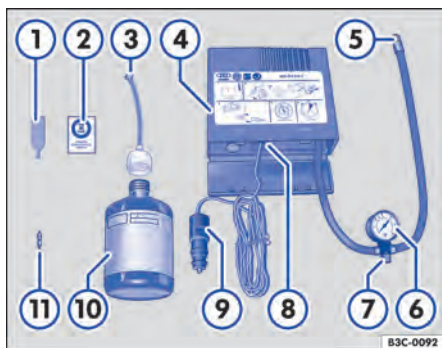

Fig. 169 Representação esquemática: componentes do kit de reparo dos pneus.
O kit de reparo dos pneus encontra-se no compartimento de bagagem sob o revestimento do assoalho. Ele é composto pelos seguintes componentes ⇒ Fig. 169:
11. Colar a etiqueta adesiva \Rightarrow Fig. 169  do kit de reparo dos pneus no campo visual do condutor no painel de instrumentos.
- Com a chave para remoção do elemento da válvula \Rightarrow Fig. 169 , desrosquear o elemento da válvula do pneu e colocá-lo sobre uma superfície limpa.
- Agitar a garrafa para enchimento dos pneus \Rightarrow Fig. 169  algumas vezes com força.
- Rosquear a mangueira de enchimento \Rightarrow Fig. 169  com firmeza no sentido horário sobre a garrafa para enchimento dos pneus. A película na tampa é perfurada automaticamente.
- Remover a vedação da tampa da mangueira de enchimento \Rightarrow Fig. 169  e introduzir a extremidade aberta totalmente na válvula do pneu.
- Rosquear novamente o elemento da válvula com a chave para remoção do elemento da válvula \Rightarrow Fig. 169  na válvula do pneu.
- Rosquear a mangueira de enchimento dos pneus ⇒ Fig. 169 (5) do compressor de ar com firmeza na válvula do pneu.
- Verificar se o parafuso de sangria de ar ⇒ Fig. 169 (7) está fechado.
- Encaixar o conector do cabo ⇒ Fig. 169 (9) em uma tomada 12 V do veículo ⇒ Página 136.
- Ligar o compressor de ar com o interruptor LIGA-DESLIGA ⇒ Fig. 169 (8).
- Tempo de funcionamento máximo de 8 minutos** ⇒ (1).
Reconectar a mangueira de enchimento dos pneus ⇒ Fig. 169 (5) e ler a pressão dos pneus no manômetro de pressão dos pneus (6).